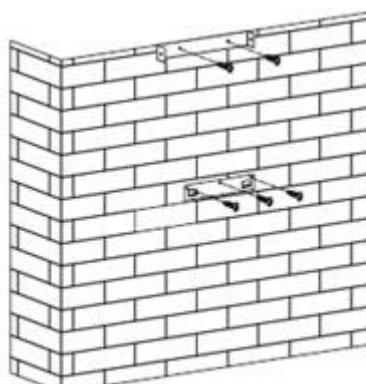

Рис. 2
- Просверлите 5 отверстий диаметром 8 мм в подходящем месте для установки крепления и внутреннего кронштейна. Смотрите рис. 2.
- Прикрутите и затяните крепление на стене с помощью прилагаемых винтов 3 шт. (4 мм x 40 мм) и дюбелей. Затем используйте 2 шт. винтов ST4\*40 мм для крепления внутреннего кронштейна короба. Смотрите рис. 2.